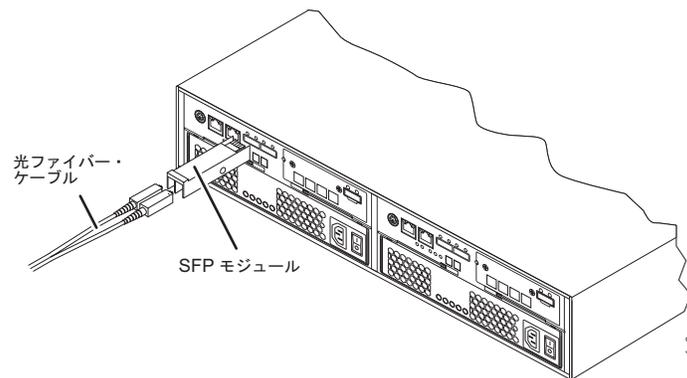

図 24. SFP モジュールのホスト・ポートへの取り付け
4. 所定の位置に確実に収まるまで、SFP モジュールをホスト・ポートに挿入します。図 24を参照してください。